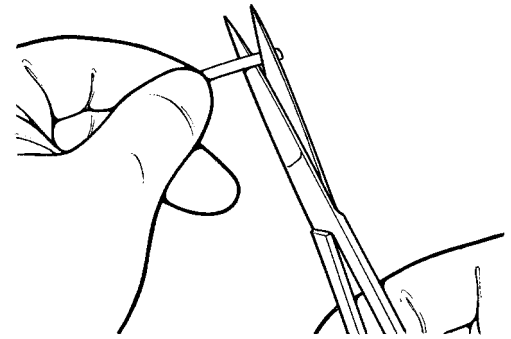

Figura 4-21. Corte do tubo
1. Cortar o tubo (**Figura 4-21**) para se adaptar à anatomia do doente.